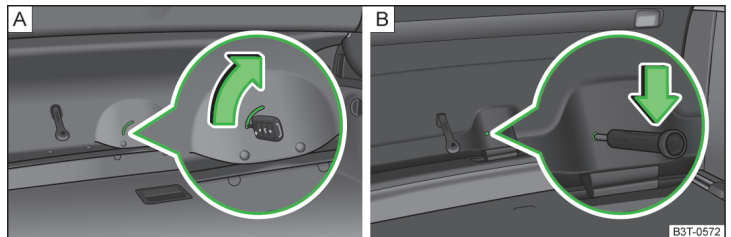

Abb. 194 Notentriegelung: Superb / Superb Combi
- › Den Fahrzeugschlüssel in den Schlitz in der Verkleidung bis zum Anschlag einschieben » Abb. 194 - [A].
- › In die Öffnung in der Verkleidung einen Schraubendreher oder ein ähnliches Werkzeug bis zum Anschlag einführen » Abb. 194 - [B].